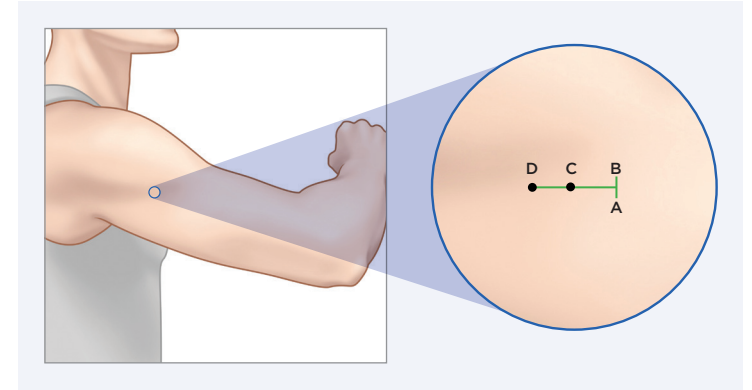

Bild 1
Lokalbedövning (ungefär 2 ml lidokain) bör injiceras ungefär 5 mm längs planerat snitt (längs AB) och ungefär 30 mm vinkelrätt mot planerat snitt (längs CD) som är den tänkta linjen med troakaren. (Bild 1).
1. När insättningsstället är tillräckligt bedövat gör du ett ca 5 mm långt snitt på insättningsplatsen, så att du kan skapa en subkutan ficka ungefär 3 - 5 mm under hudytan. Börja snittet vid punkt B (bild 1) och gå mot punkt A, tills snittet är ungefär 5 mm.
2. Ta bort troakaren från brickan och för in troakaren i ca 45 graders vinkel mitt emellan A och B (bild 1 och 2) så att spetsen och den avfasade delen på troakaren hamnar under huden, och tills insättningskydden ligger an mot huden.